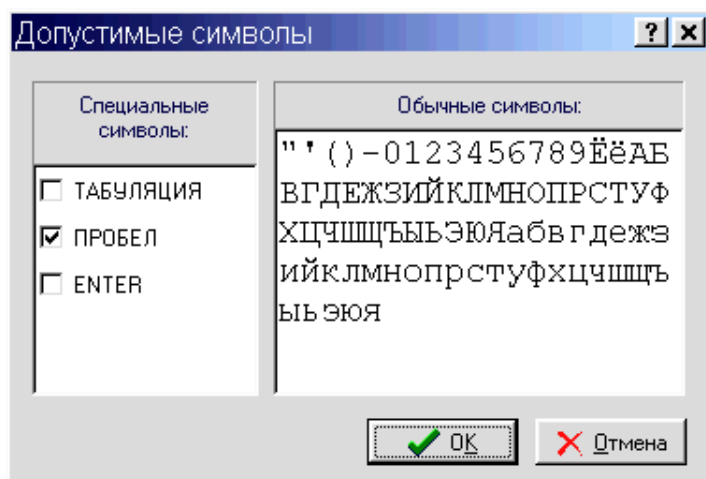

Рис. 26. Диалоговое окно ввода допустимых символов в текстовых полях форм паспорта моста
- ✧ Для текстовых полей можно ввести символы, которые допустимы в данном поле. Для ввода допустимых символов используется диалоговое окно, показанное на рис. 26. Чтобы его вызвать, дважды щелкните на заголовке поля “Допустимые символы[...]”.